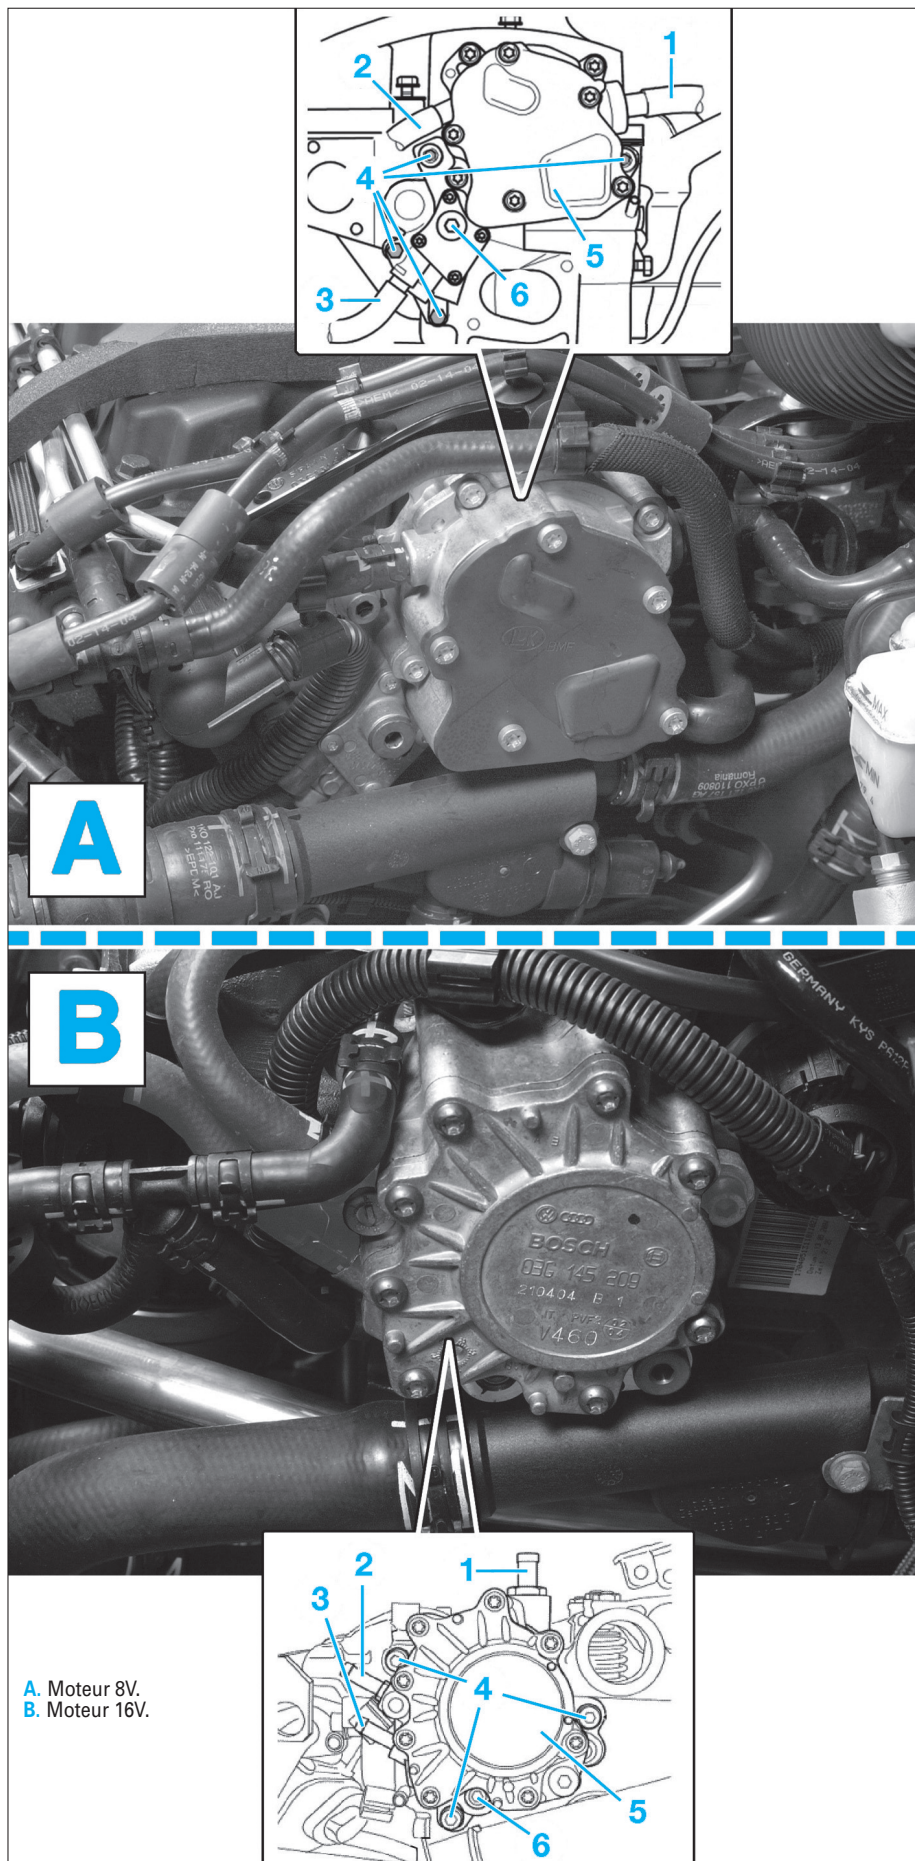

Fig. 36
- Débrancher (Fig.36) :
- le tuyau à dépression (1),
- la canalisation d'alimentation (2),
- la canalisation de retour (3).
- À l'aide d'une pompe à dépression manuelle, aspirer le maximum de gazole contenu dans la pompe tandem, par la canalisation de retour (3).
- Déposer les vis de fixation (4).
- Dégager la pompe (5) et prévoir l'obturation de tous les orifices laissés libres à l'aide de bouchons appropriés.